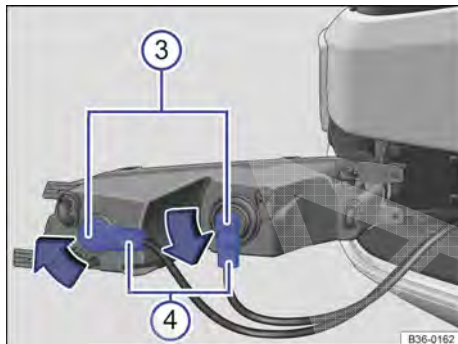

Fig. 278 Substituir a lâmpada incandescente do farol.
4. Retirar para frente o farol do para-choque → Fig. 278.
5. Destravar e retirar o conector → Fig. 278 ⓘ da lâmpada incandescente queimada.
6. Para destravar a lâmpada incandescente → Fig. 278 ⓘ, girá-la no sentido da seta e retirá-la do farol.
8. Introduzir a lâmpada incandescente → Fig. 278 ⓘ no farol e girar até o batente no sentido contrário da seta → Fig. 278 para a posição original.
10. Encaixar o conector → Fig. 278 ⓘ na lâmpada incandescente até ouvir que ela foi travada.